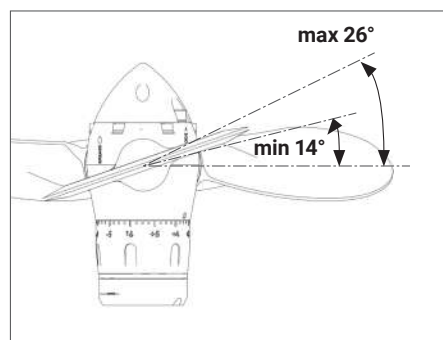

FIG. 26 | Campo di regolazione standard
- Ogni tacca di regolazione corrisponde alla variazione dell'angolo delle pale di $0,25^\circ$ e causa un incremento o decremento di circa 40-50 giri/min del motore a parità di velocità dell'imbarcazione (questo valore è puramente indicativo e dipende dalle specifiche del motore installato). Il campo di regolazione standard va da minimo 14° a massimo 26° (Fig. 26). Sono disponibili per applicazioni particolari anche regolazioni del passo con campo da minimo 20° a massimo 32° .